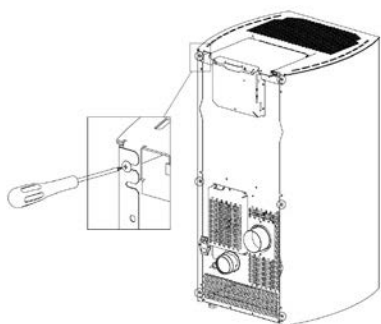

Fig. 56 - Allentare viti
- Allentare le 6 viti posteriori (vedi **Fig. 56**).